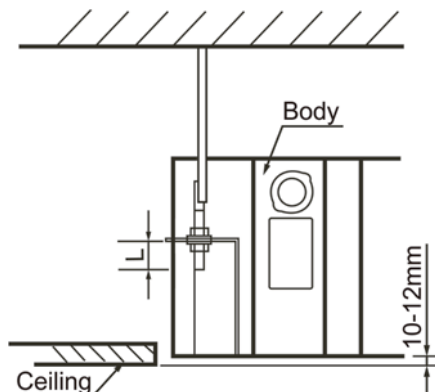

Fig. 12.6
- Asegúrese de que los espacios que quedan entre la unidad y los cuatro orificios de sujeción del techo son uniformes. La parte inferior de la unidad debe quedar hundida en el techo unos 10 a 12 mm (consulte la Fig. 12.6).
- Normalmente, L es la mitad de la longitud del gancho de instalación. (Consulte la Fig. 12.6).